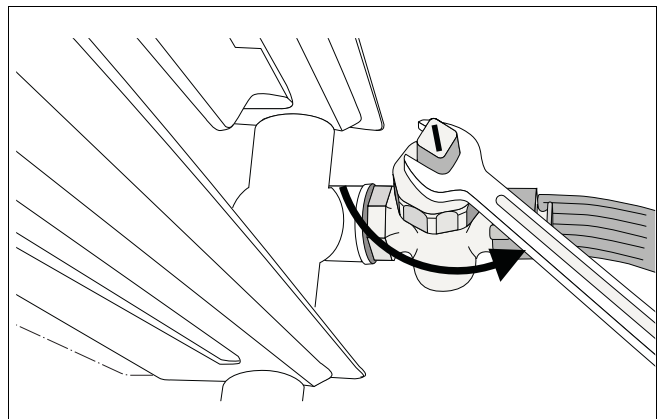

Рис. 101 Слив отопительной установки
- Слейте котловую воду из системы через кран для заполнения и слива, расположенный в самой нижней точке отопительной установки. (рис. 101). (Автоматический) удалитель воздуха в самой верхней точке отопительной установки/или отопительного прибора должен при этом быть открыт.